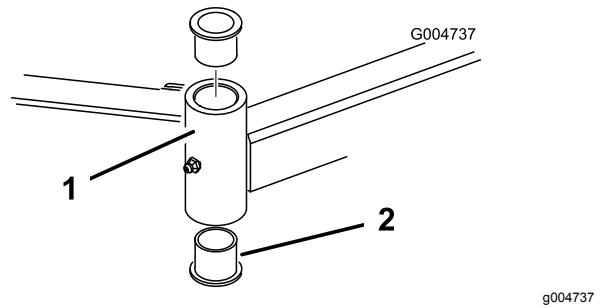

Figura 104
4. Introduza um punção para cavilhas na zona superior ou inferior do tubo de montagem e retire o casquillo para fora do tubo (Figura 104).